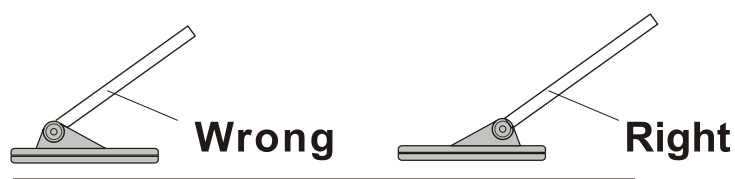

Fig.3
3. Faites passer la ligne électronique sur la bobine de recherche autour de la tige en aluminium et maintenez la à l'aide de l'élastique. Relâchez les deux extrémités des écrous de la bobine de recherche et ajustez l'emplacement de la bobine de recherche pour la laisser parallèle au sol. Veillez à la position de la bobine de recherche (voir la figure 3).